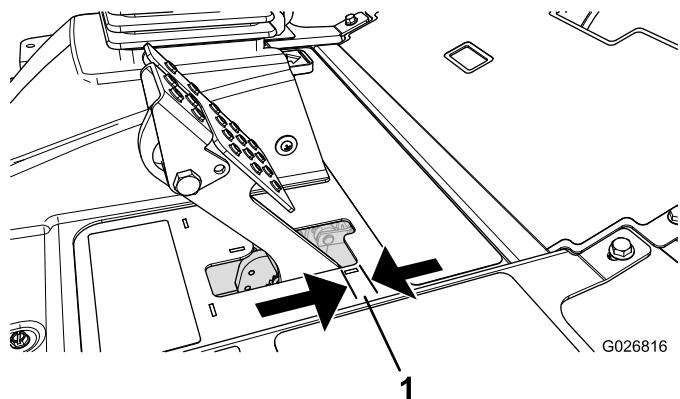

Рисунок 96
Отрегулируйте тормоза, если свободный ход педали тормоза превышает 2,5 см или требуется большее усилие нажатия для торможения (Рисунок 96). Свободный ход — ход педали тормоза до начала ощущения сопротивления.
- Затяните заднюю гайку, чтобы переместить трос назад так, чтобы свободный ход педалей тормоза до момента фиксации колес составлял от 0,63 до 1,27 см (Рисунок 96).